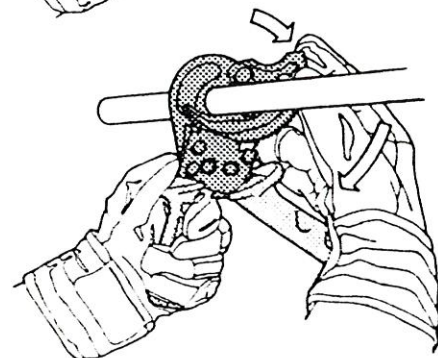

Fig. 5
3. Håll returspärren intryckt och stäng kabelsaxen så att skären ligger an mot kabeln (fig 5).
3. Keep pressing retaining pawl down and turn pivoted blade until the cutting edge rests against the cable (fig. 5).
3. Die Halteklinke niedergedrückt halten und das Drehmesser an das eingelegte Kabel herführen (Bild 5).